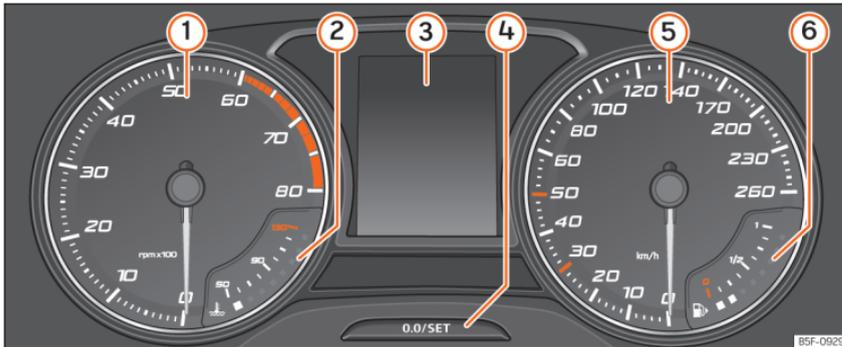

Abb. 126 Display des Kombi-Instrumenten in der Instrumententafel.
»» **Abb. 126:**
- Drücken Sie kurz die Taste  »» **Abb. 126** , um den Tageskilometerzähler auf 0 zurück zu setzen.